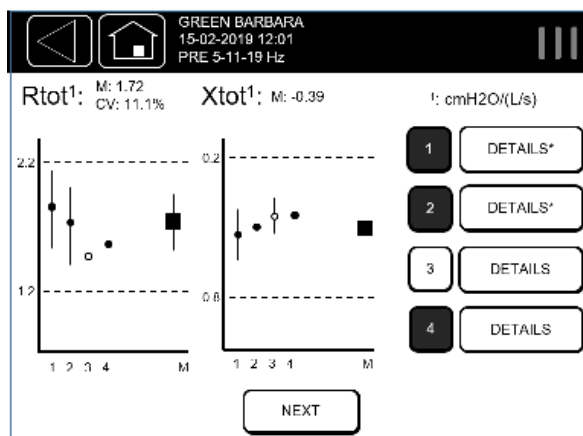

Figura 51 - Esempio di risultati di una sessione
L'esempio in Figura 51 mostra i risultati di una sessione di misura FOT con quattro misure. La parte superiore dello schermo mostra la media (M) e il coefficiente di variazione (CV) intra-test dei parametri  $R_{tot}$  e  $X_{tot}$  relativi alle misure selezionate. La media di  $R_{tot}$  e  $X_{tot}$  è rappresentata graficamente dai quadrati pieni. Nello stesso grafico i cerchi pieni rappresentano le misure selezionate, e le barre la relativa deviazione standard intra-test. L'area delimitata dalle linee tratteggiate rappresenta la variabilità fra test, definita come il maggiore fra il 15% della media (di  $R_{tot}$  o  $X_{tot}$ ) e  $0.5 \text{ cmH}_2\text{O}\cdot\text{s}\cdot\text{L}^{-1}$ . E' possibile selezionare o deselezionare una misura premendo il tasto corrispondente al suo numero sulla destra dello schermo. Le medie, il CV e l'area di variabilità nei grafici si aggiorneranno di conseguenza.